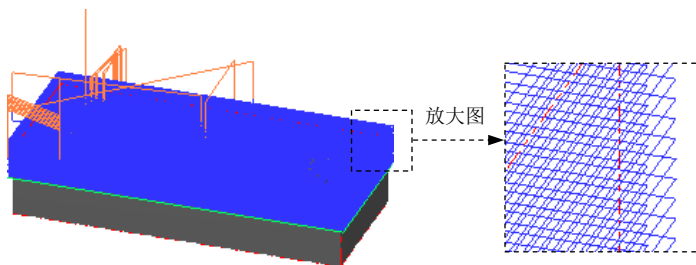

图 24.8 刀具路径
(2) 单击 **螺旋式下刀** 按钮, 在系统弹出的“螺旋/斜插式下刀参数”对话框中单击 **斜插** 选项卡。在 **如果斜插下刀失败** 区域选中 ☒ **中断程序** 单选项, 单击 ☒ 按钮。
(3) 单击 **切削深度(D)...** 按钮, 在系统弹出的“切削深度设置”对话框中选中 ☒ **绝对坐标** 单选项, 然后在 **绝对的深度** 区域的 **最高位置** 文本框中输入值 5, 在 **最低位置** 文本框中输入值 -15。单击 ☒ 按钮, 系统返回至“曲面粗加工挖槽”对话框。
Step11. 单击“曲面粗加工挖槽”对话框中的 ☒ 按钮, 完成加工参数的设置, 此时系统将自动生成图 24.8 所示的刀具路径。